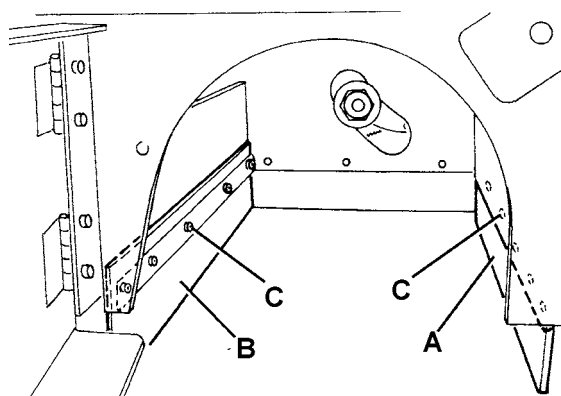
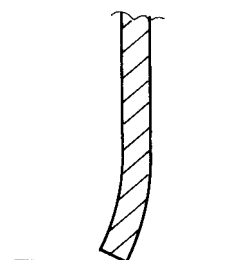

Abbildung 22
Abbildung 24
9. Prüfen, dass die Flaps vorn (A, Abb. 22) und hinten (B) unversehrt sind.
10. Prüfen, dass die Flap vorn (A, Abb. 22) und hinten (B) leicht auf dem Boden schleifen und dass jedenfalls nicht vom Boden getrennt sind (siehe Abb. 24).
Falls nötig, die Schrauben (C, Abb. 22) lösen und die Flapstellung einstellen. Dann, die Schrauben (C) anziehen.
11. Das Flap-Pedal vorn (75) völlig treten und prüfen, dass der Vorderflap von ungefähr 5 cm hebt.